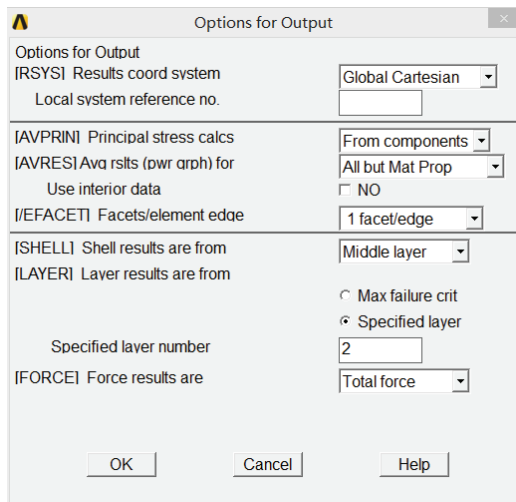

图 6-24 输出选项设置对话框
1) 选择 Main Menu | General Postproc | Options for Output 命令, 出现 Options for Output 对话框, 在 [SHELL] Shell results are from 下拉菜单中选择 Middle layer, 在 [LAYER] Layer results are from 选项中选择 Specified layer, 在 Specified layer number 输入栏中输入 2, 其余选项采用默认设置, 如图 6-24 所示, 单击 OK 按钮关闭该对话框。